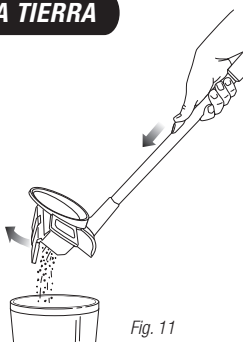

Fig. 11
- 2 Sustenga el recipiente de la tierra sobre un cesto de basura y presione el botón de vaciado que está ubicado en la parte de abajo del mango. Se abrirá el fondo del recipiente para dejar caer los desechos en el cesto de la basura. (fig. 11)